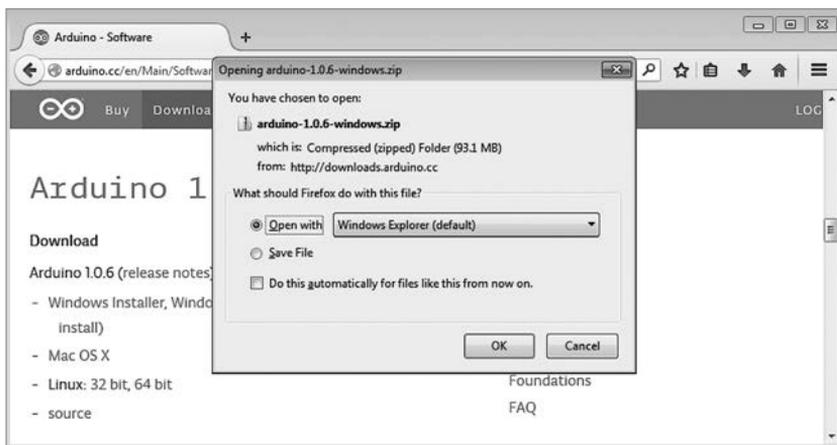
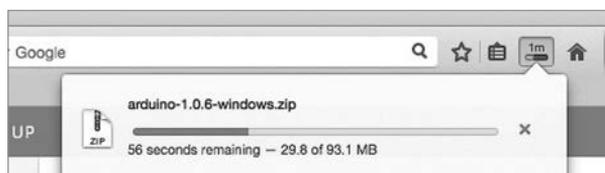

Рис. 1.15. Загрузка файла
Рис. 1.16. Firefox отображает ход загрузки
2. Щелкните по ссылке Windows. На экране появится диалог, изображенный на рис. 1.15. Выберите пункт Open with Windows Explorer (Открыть в Проводнике (по умолчанию)) и затем нажмите ОК. Файл начнет загружаться, как показано на рис. 1.16.